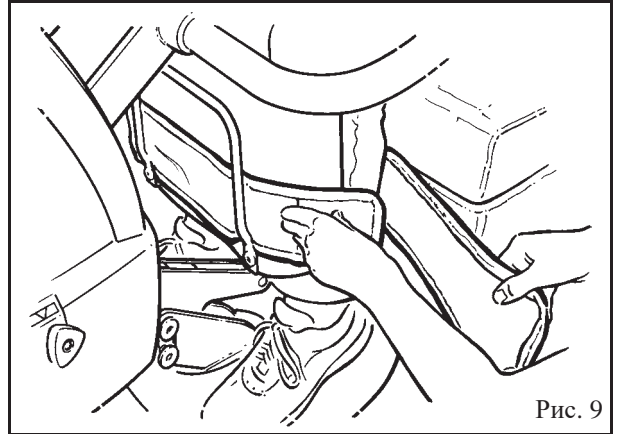

Рис. 9
3. Соедините ремни для голеней внахлест и закрепите застежкой «липучка» (см. рис. 9).